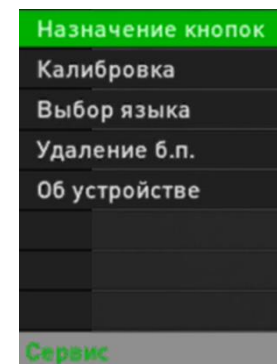

Рисунок 28 – Сервис
Данный раздел позволяет выбрать назначение кнопок быстрого ввода (3) и (5), настроить калибровку, сменить язык интерфейса, выполнить удаление битых пикселей и получить информацию о версии ПО (см. рис. 28).